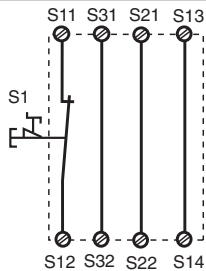
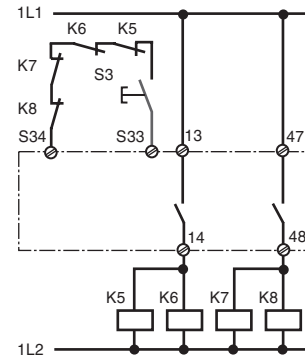

Fig. 2: Eingangskreis einkanalig, automat. Start/Single-channel input circuit, automatic reset/Commande par 1 canal, validation automatique
Fig. 10: wie Fig. 9 mit überwachtem Start/connection for contactors/relays and monitored reset/comme Fig. 8 avec surveillance du poussoir de validation
In Fig. 2 ... Fig. 10 sind Anschlußbeispiele für NOT-AUS-Beschaltung mit automatischem und überwachtem Start, Schutztürsteuerungen sowie Kontaktvervielfachung durch externe Schütze.
- Fig. 2 und 7: **keine** Verbindung S33-S34
In Fig. 2 ... Fig. 10 are connection examples for Emergency Stop wiring with automatic and monitored reset. Safety gate controls as well as contact expansion via external contactors.
- Fig. 2 and 7: S33-S34 **not** connected
Les figures 2 à 10 représentent les différents câblages possibles du PNOZ XV2 à savoir : poussoir AU avec réarmement automatique ou auto-côntrolé, interrupteurs de position et augmentation du nombre des contacts de sécurité par contacteurs externes.
- Fig. 2 et 7: **pas** de câblage sur S33-S34